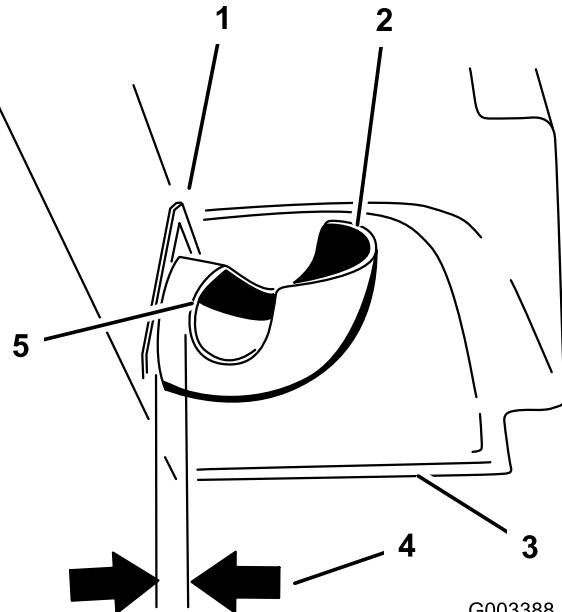

Figura 24
6. Con il cofano abbassato, misurate la lunghezza del tratto di tubo all'interno del cofano. Misurate dalla piastra del cofano al bordo del tubo come illustra Figura 24.